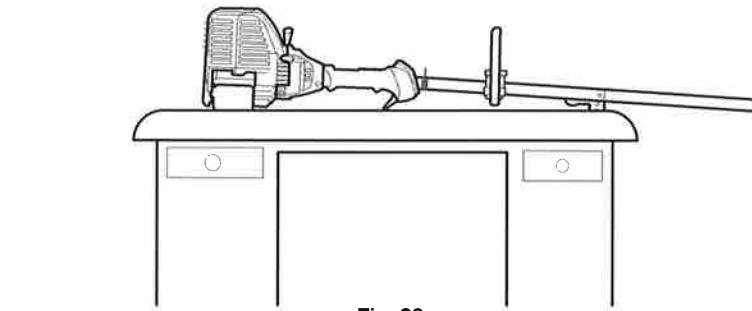

Fig. 26
- Ubique la unidad sobre una superficie plana y nivelada,** como un banco de trabajo o una mesa. El protector del cabezal de corte debe quedar colgando del borde de manera que el motor quede nivelado (Fig. 26).